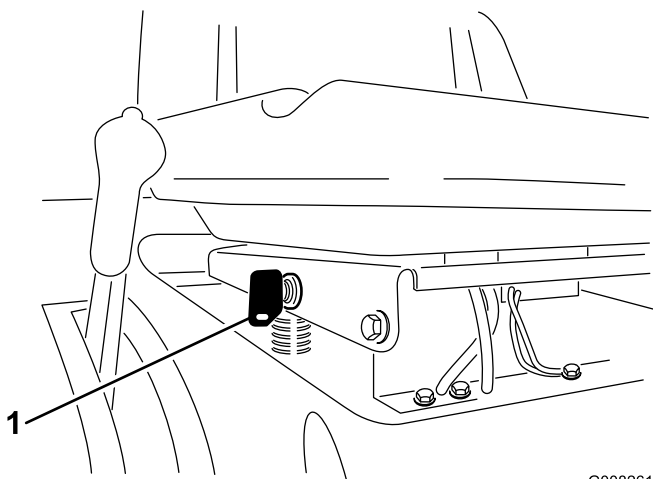

Bild 14
Wenn Sie im Rückwärtsgang die Messer (ZWA) benötigen, können Sie diesen Sicherheitsschalter mit dem KeyChoice-Schalter, der sich in der Nähe der Sitzhalterung befindet, deaktivieren (Bild 14).
2. Stecken Sie den KeyChoice-Schlüssel in das Zündschloss (Bild 14).